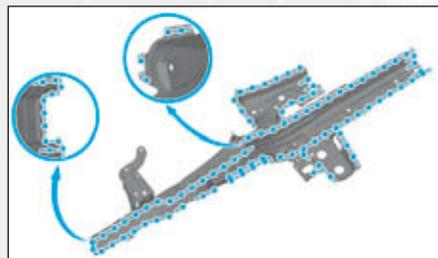

FIG.17
- Préparer les zones d'accostages sur la pièce neuve (Fig.17).